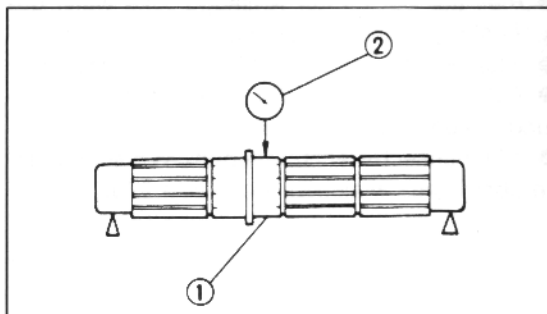

Bild 190
-  Schlag der Getriebewellen messen. Maximal zulässiger Schlag: 0,08 mm. Dabei beachten, dass tatsächlicher Schlag der Hälfte des Anzeigewertes entspricht. Siehe Bild 190.